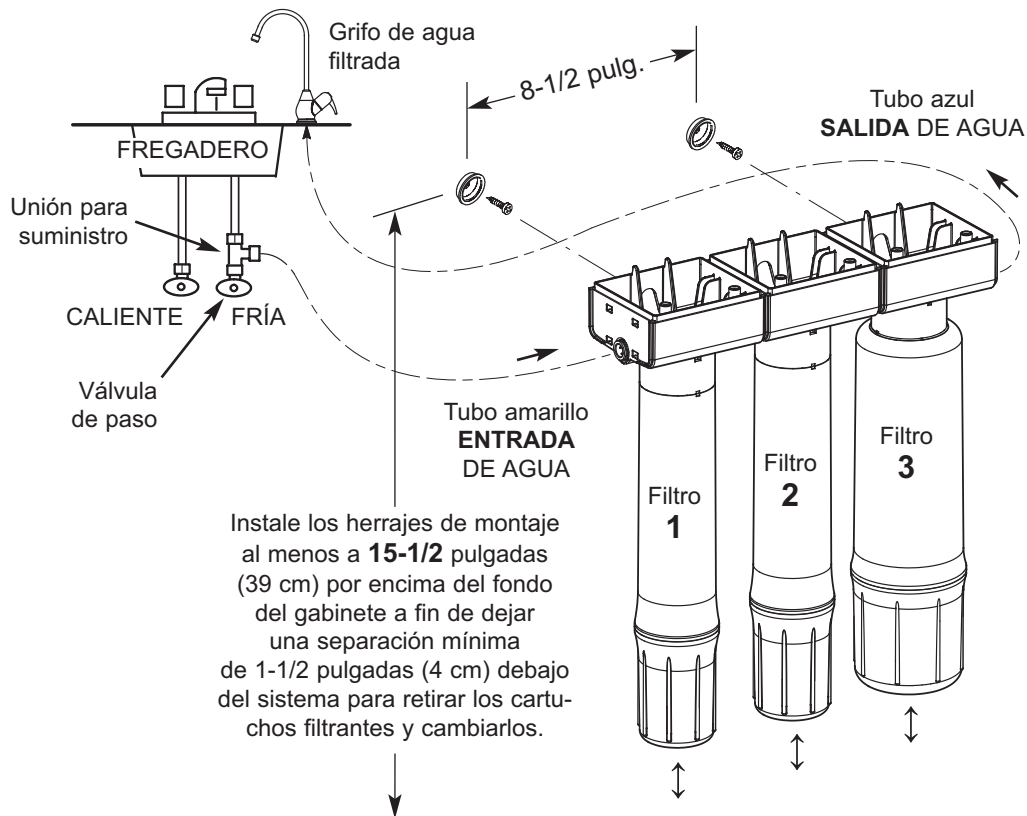

FIG. 2
1. Mida con cierto sobrante y corte una porción del tubo de 3/8 pulg. para conectarlo entre la unión para suministro y la entrada del sistema de filtrado (vea la Fig. 2). Corte los extremos del tubo en ángulo recto.
3. Repita los pasos 1 y 2 para conectar el tubo del grifo a la salida del sistema de filtrado (vea la Fig. 2).